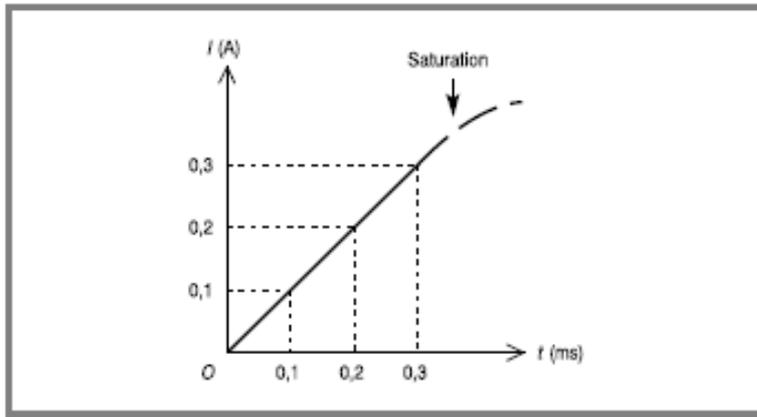

Figure 3.7 - Établissement du courant dans une bobine soumise à une tension constante.
- Cette loi de variation n'est toutefois valable que tant que la bobine n'est pas saturée. Les variations du courant  $I$  en fonction du temps  $t$  sont représentées par un segment de droite (figure 3.7)